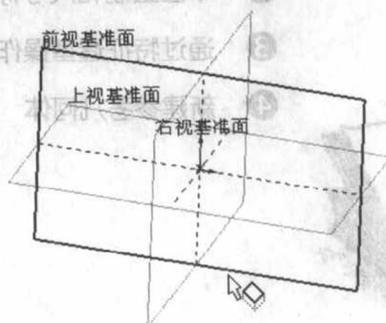

图 1.3 前视、上视和右视基准面
- (2) 单击特征工具栏上的“拉伸凸台/基体”工具，前视、上视和右视基准面出现，如图 1.3 所示，指针形状变为.